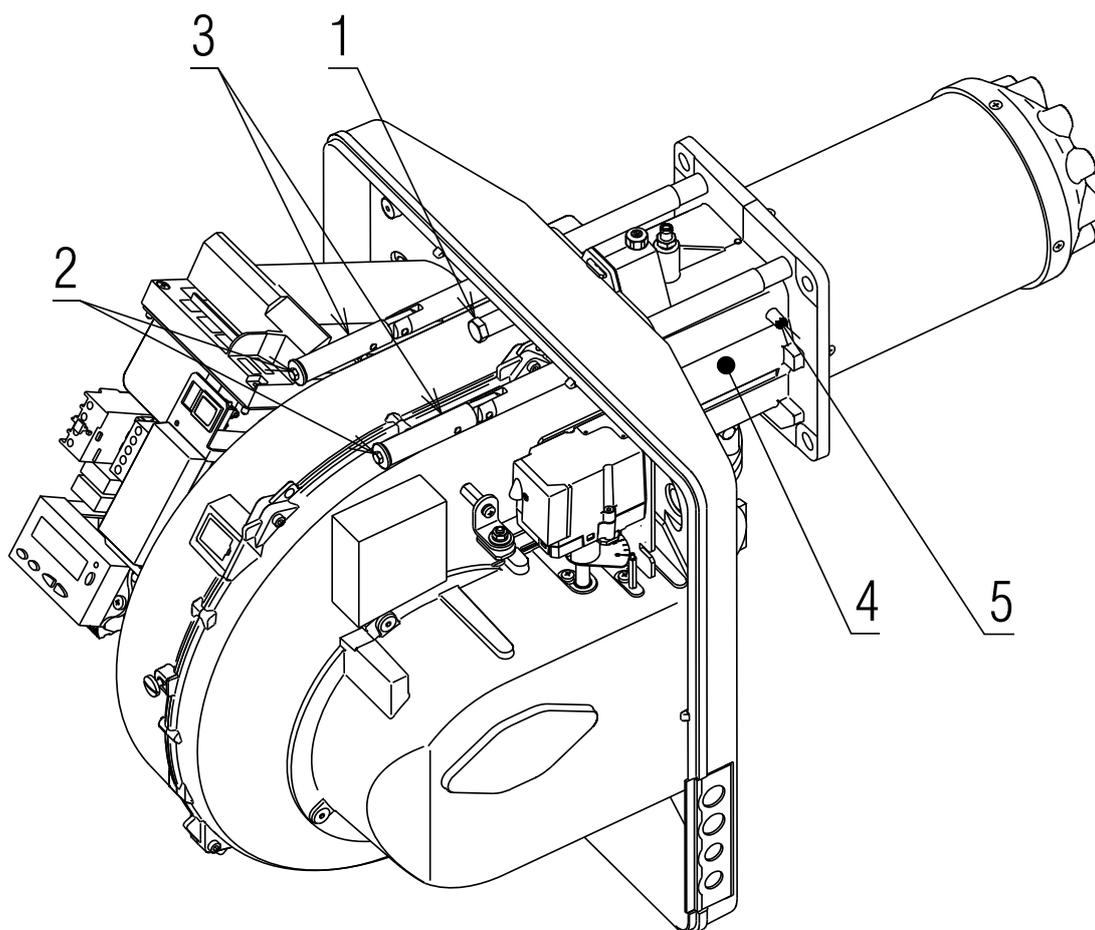

Fig. 17
- insérer le câble de la sonde et le câble de l'électrode puis faire glisser le brûleur jusqu'au manchon dans la position illustrée sur la Fig. 17;